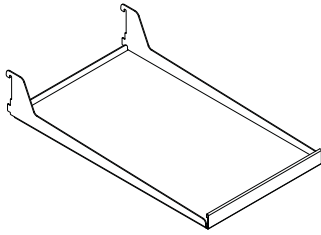

Figura 14
- (2) estantes en voladizo con marco y vidrio plano (vea la Figura 14).
- (1) estante en voladizo con vidrio plano, medio ancho (vea la Figura 14).